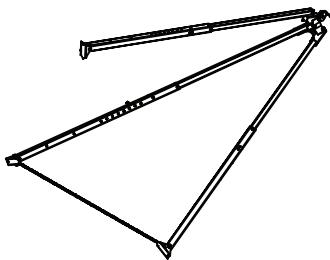

ABB. 5b
5. Den Sicherheitsseil-Haltestift[13] aus der oberen Umlenkrollenbaugruppe[14] ziehen und das Seil[12] über die Umlenkrolle führen. Ausreichend Seil von der Winde[8] ziehen, damit es über die Umlenkrolle durch die Kopfbaugruppe[15] und ca. 5 Fuß weiter reicht. Den Sicherheitsseil-Haltestift[13] wieder einsetzen und das Stativ wieder aufrichten (siehe Abb. 5b, 5c).